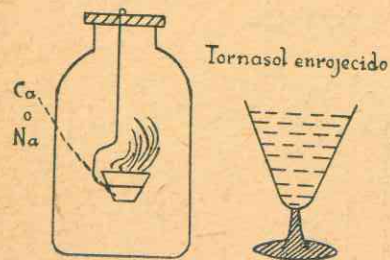

Fig. 70. - Combustión del sodio, calcio
87. Combustión del sodio (fig. 70). — Colocar un trozo de sodio en una capsula colgada de un alambre; calentado y encendido el sodio, intro-